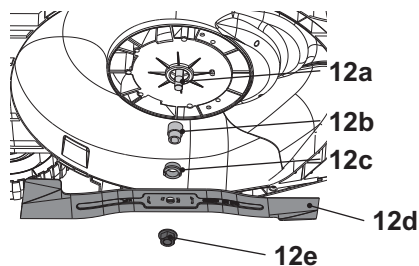

Fig. 20
1. Gardez le dessous de caisse et la lame de coupe (12d) propres et exempts de débris. Retirez la tonte de la goulotte d'éjection arrière (19).
4. Desserrez l'écrou hexagonal (12e) dans le sens anti-horaire à l'aide d'une clé plate adaptée (taille 17 mm) et retirez-le ainsi que la lame de coupe (12d) (Fig. 20).